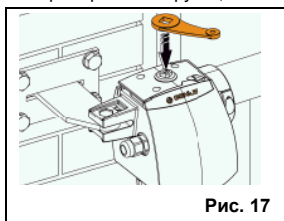

Рис. 17
2. Установить отпирающий ключ в гнездо, расположенное на верхней панели привода (рис. 17).